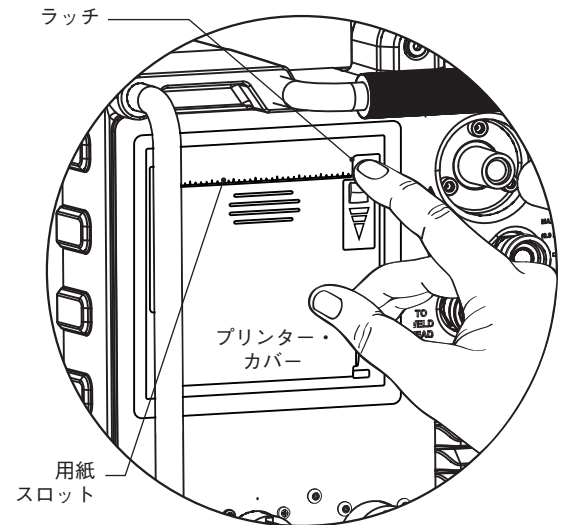

図 50 — プリンター・カバーを開ける
1. ラッチを押し下げて、プリンター・カバーを開けます（図 50）。